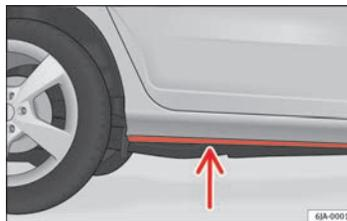

Fig. 114 Guado
- prima di entrare nell'acqua, determinarne la profondità. Al massimo l'acqua può arrivare a lambire il longherone inferiore del veicolo ⇒ fig. 114.